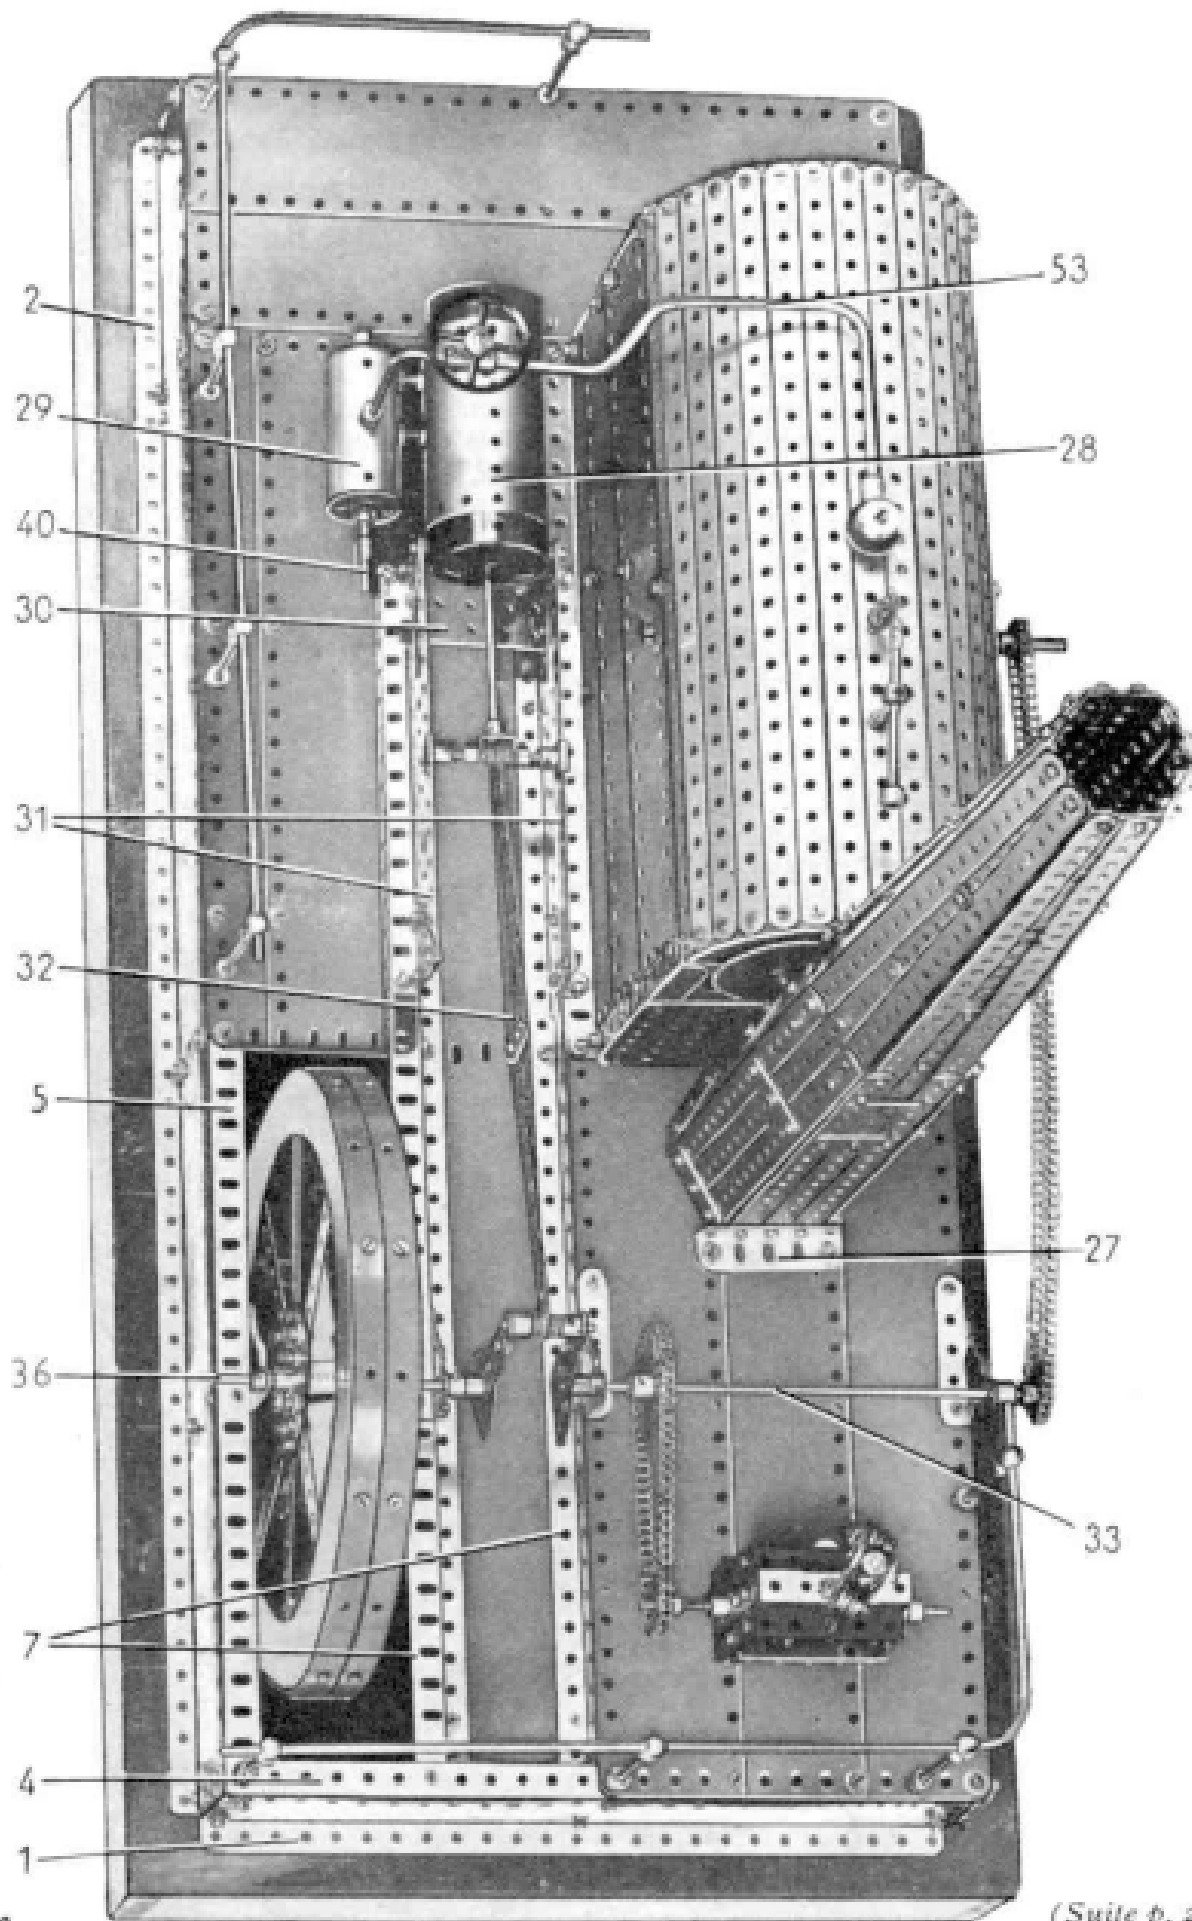

Fig. 6.
La tringle (34) porte un excentrique triple (38), monté par le moyeu correspondant à la course de 12 mm. L'excentrique est muni d'une bande de 25 trous (39) dont l'extrémité libre est articulée sur un boulon bloqué dans un accouplement de bande sur tringle (40) (fig. 6). L'accouplement (40) est fixé au bout d'une tringle de 6 cm. qui coulisse dans le moyeu d'une des roues à boudin formant le cylindre (29).
La canalisation d'amenée de la vapeur est formée de deux tringles de 29 à 9 cm. (53) cintrées comme le montre la figure 6 et réunies par un accouplement. Un volant d'auto est fixé sur l'accouplement par une cheville filetée. La canalisation est fixée au sommet de la chaudière (fig. 3) par un collier avec tige filetée vissé dans une roue à boudin de 19 mm. Cette roue, ainsi qu'une poulie folle de 12 mm. et une rondelle, est tenue par un boulon de 28 mm. A son extrémité inférieure, la canalisation (53) est reliée au cylindre (29) par un autre collier avec bague d'arrêt.